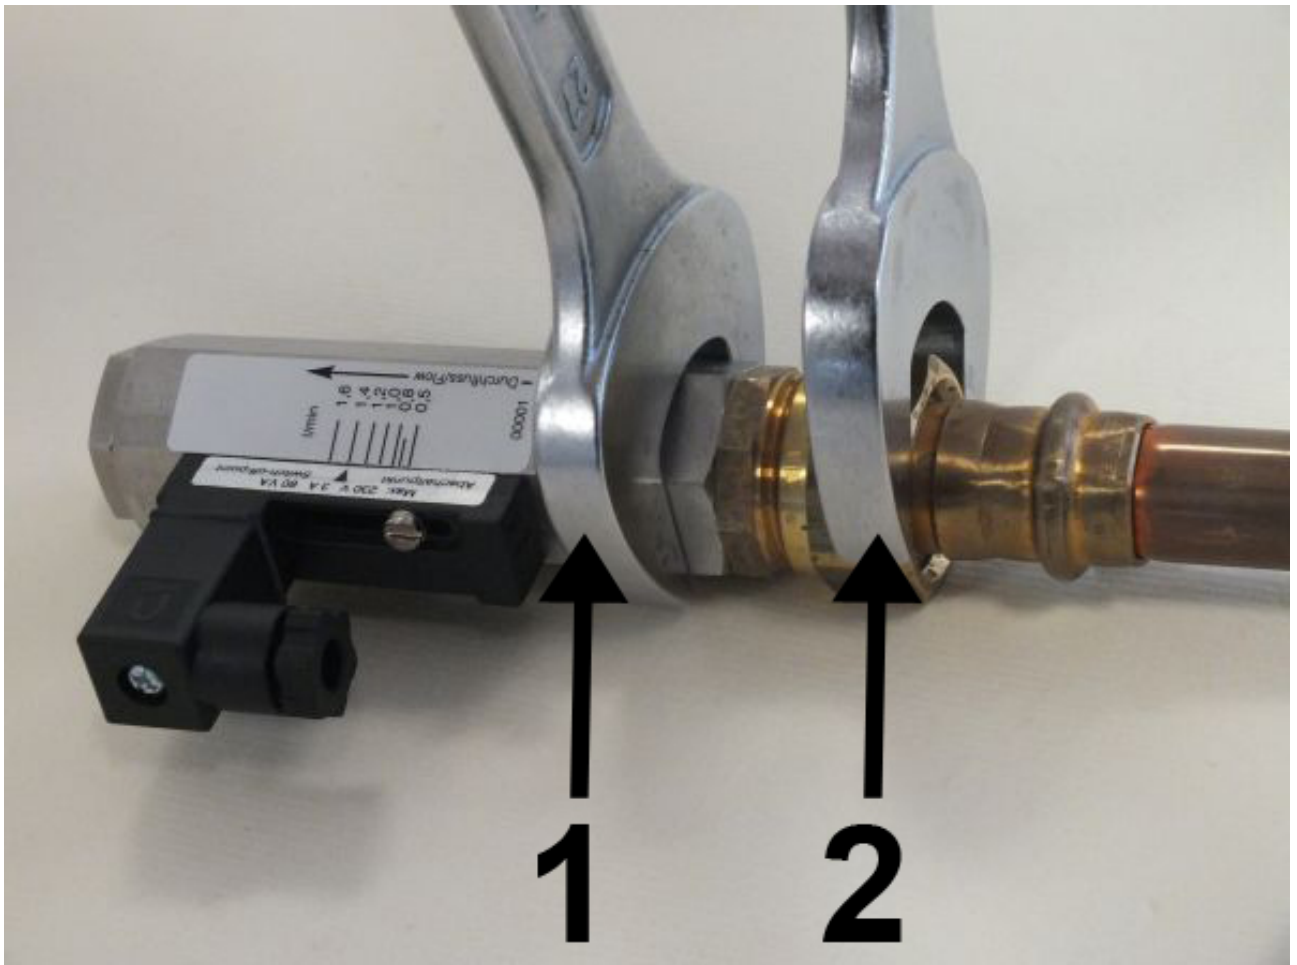

Abb. 12: Gerät einschrauben
3. ➤ Übergangsverschraubung (Abb. 12/2) unter Gegenhalten der Geräteverschraubung (Abb. 12/1) weiter eindrehen, bis die Verbindung dicht ist